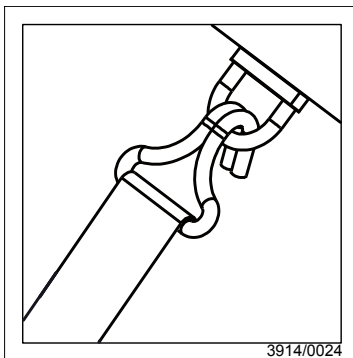

Abb. 58
- Anschlagpunkt für den Transport auf einem Anhänger / Transporter (Abb.58)